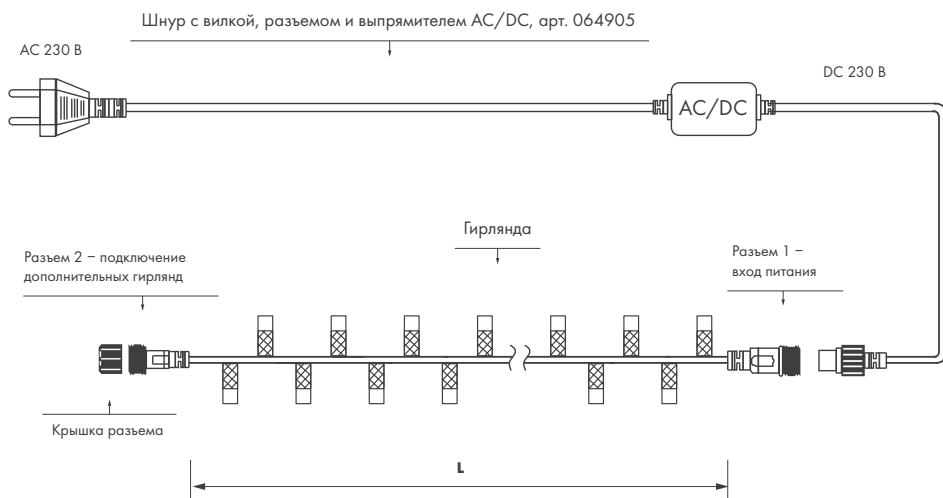

Рис. 1. Схема подключения гирлянды
3.2. Подключите гирлянду к сети электропитания AC 230 В при помощи шнура питания с преобразователем AC/DC (приобретается отдельно) согласно схеме на рис. 1.
ВНИМАНИЕ! Запрещается подключать гирлянду к сети AC 230 В без шнура питания с преобразователем AC/DC. Артикул соответствующего шнура указан на схеме (см. рис. 1)